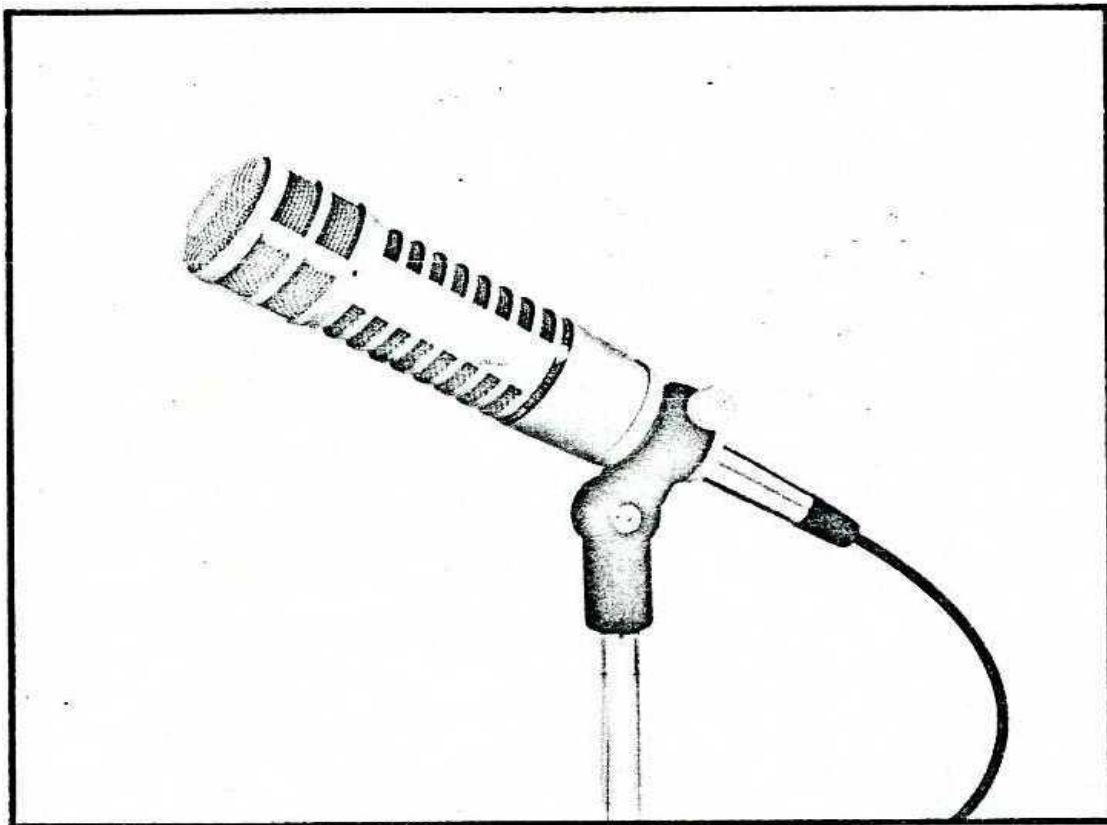

Figura 2.7. Micrófono dinámico de alta fidelidad.
- La impedancia interna de los micrófonos dinámicos o de bobina móvil oscila entre 150Ω y 600Ω y se debe a la resistencia e inductancia de la bobina. Algunos modelos incorporan un transformador de salida en la propia carcasa con lo que se eleva la impedancia de 10 a $50\text{ K}\Omega$. Con este transformador se incrementan considerablemente tanto la impedancia de salida como la sensibilidad, mientras que el ruido de fondo apenas aumenta. La sensibilidad sin un transformador suele variar en 0.5 mV/Pa , es decir entre -66dB y -52dB de nivel de sensibilidad. Estos micrófonos son muy robustos, tienen una excelente dinámica, es decir, la posibilidad de gran desplazamiento de la membrana y son pocos sensibles a las condiciones climáticas ambientales, como el calor y la humedad. Una característica importante es su autonomía de funcionamiento [no requieren de un voltaje de polarización, o fuente fantom] (*Ver figura 2.7*).